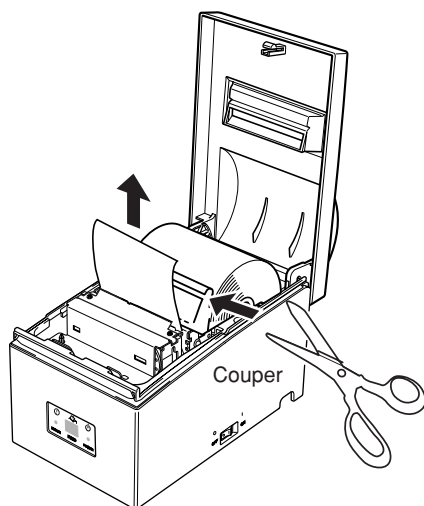

Fig 5-16 Coupure du papier
④ Coupez le papier devant le mécanisme d'avance de papier, comme illustré à la Fig. 5-16.
⑤ Dégagez le papier bouché, puis mettez le bout du papier rouleau en place dans le mécanisme d'avance.